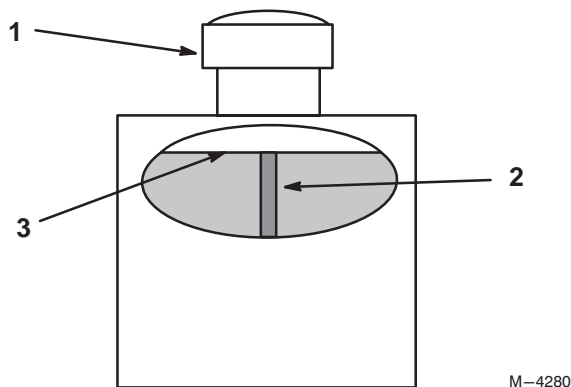

Figure 9
2. Nettoyez la surface autour du goulot de remplissage du réservoir hydraulique (Fig. 9).
3. Enlevez le bouchon du goulot de remplissage et vérifiez si le réservoir contient du liquide (Fig. 9).
- Remarque :** Quand il est chaud, le liquide doit atteindre le haut du déflecteur (Fig. 9).